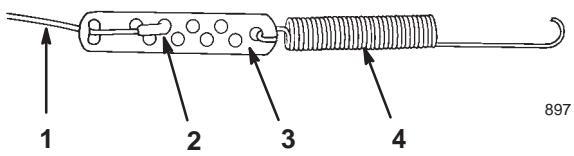

Figure 17
2. Otez la protection du ressort et du dispositif de réglage du câble (Fig. 17).
3. Décrochez le raccord en Z du dispositif de réglage (Fig. 17) et replacez-le dans un trou supérieur ou inférieur du dispositif de réglage de manière à obtenir l'écartement voulu de 2 à 3 mm entre la barre de commande et le mancheron (Fig. 15).
3. Décrochez le raccord en Z du dispositif de réglage (Fig. 17) et replacez-le dans un trou supérieur ou inférieur du dispositif de réglage de manière à obtenir l'écartement voulu de 2 à 3 mm entre la barre de commande et le mancheron (Fig. 8).